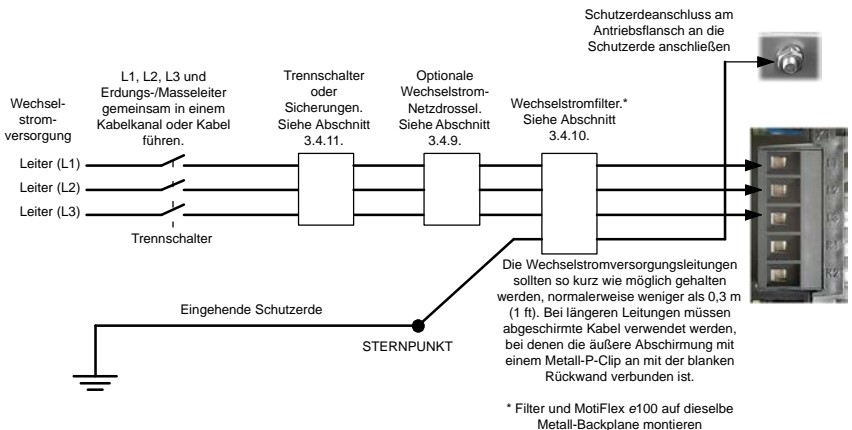

Abbildung 8: Dreiphasige Stromanschlüsse – Ausführungen von 1,5 A ~ 16 A
Schließen Sie die Versorgung an L1, L2 und L3 an wie in Abbildung 8 dargestellt. Um CE-Konformität zu erzielen, muss ein Wechselstromfilter zwischen die Wechselstromversorgung und den MotiFlex e100 geklemmt werden. Falls örtliche Vorschriften nicht etwas anderes vorschreiben, muss ein Kabel mit mindestens gleichem Querschnitt wie L1, L2 und L3 auch für die Erdungsleitung verwendet werden. Die an den oberen und unteren Gehäuseflanschen vorstehenden Gewindebolzen können als Schutzerdeanschluss (PE) verwendet werden.
Wenn ein Antrieb seinen Gleichstrombus gemeinsam mit anderen Antrieben nutzt, muss eine Netzdrossel installiert werden. Diese sollte zwischen die Sicherung (oder den Trennschalter) des Ursprungsantriebs und den WechselstromeingangsfILTER geklemmt werden (siehe Abbildung 8 auf Seite 3-18). Weitere Einzelheiten sind in Abschnitt A.1.3 zu finden.